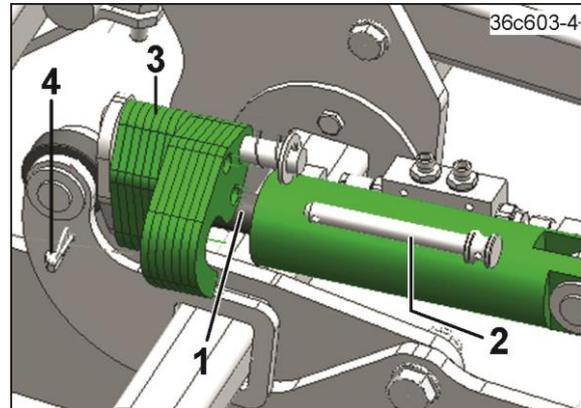

Fig. 219
- 1.1 Der Kolben (Fig. 219/1) des Hydraulikzylinders fährt aus.
2. Den Bolzen (Fig. 219/2) herausziehen.
3. Die Anzahl der Anschläge (Fig. 219/3) entsprechend der gewünschten Arbeitstiefe am Kolben anlegen.
4. Den Bolzen (Fig. 219/2) einstecken und mit einem Klapstecker (Fig. 219/4) sichern.